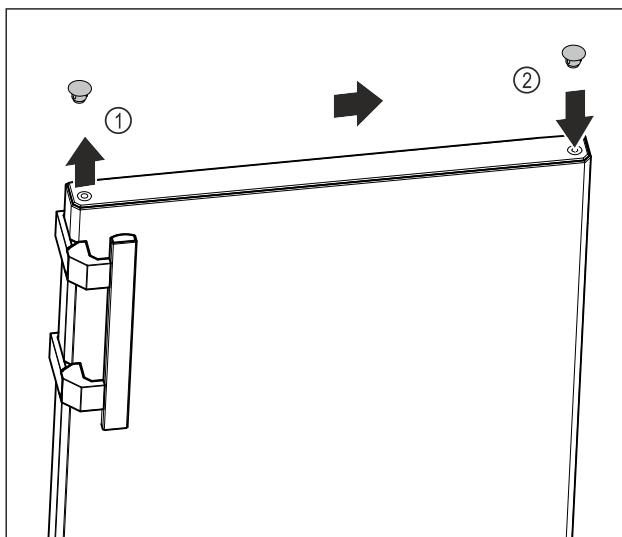

Fig. 16
- Afdekdop van de bovenkant van de deur Fig. 16 (1) voorzichtig optillen met een platte schroevendraaier.
- Plaats de afdekdop aan de andere kant. Fig. 16 (2)